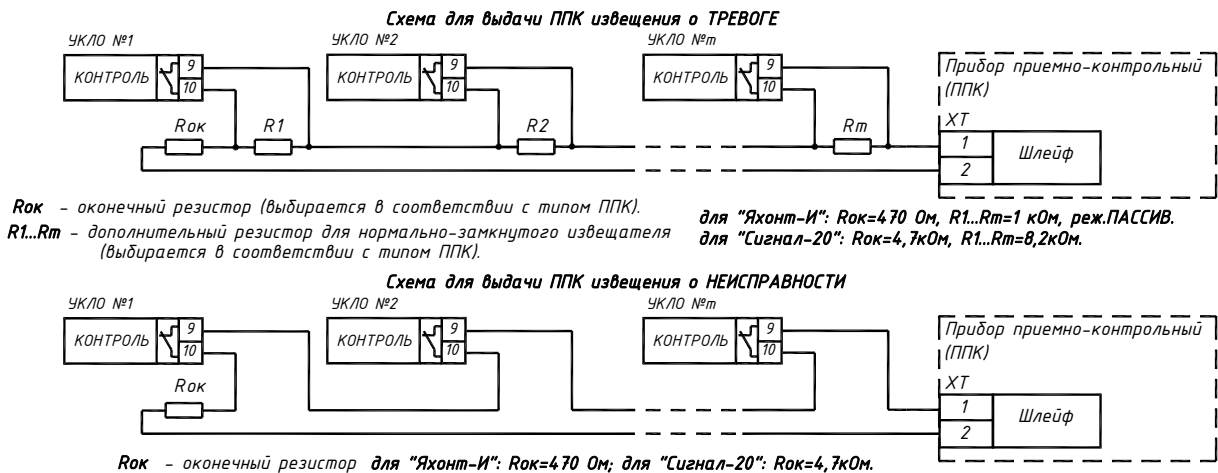

Рис. 4. Схема подключения УКЛО к приемно-контрольным приборам для контроля линии оповещения.
7.7 Для приема сигнала исправности линии оповещения можно использовать промышленный контроллер, либо задействовать свободные шлейфы приемно-контрольного прибора (см. **рис.4**).